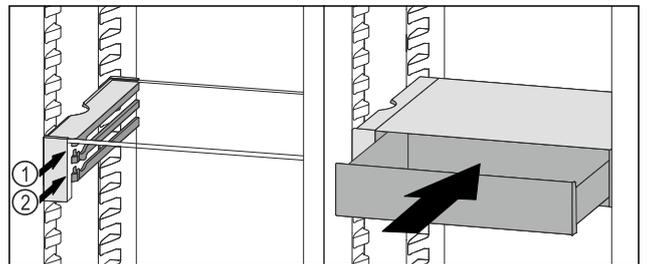

Fig. 126
- ▶ Posizionare il cassetto VarioSafe dietro i tappi sulla nervatura desiderata Fig. 126 (1) o Fig. 126 (2).